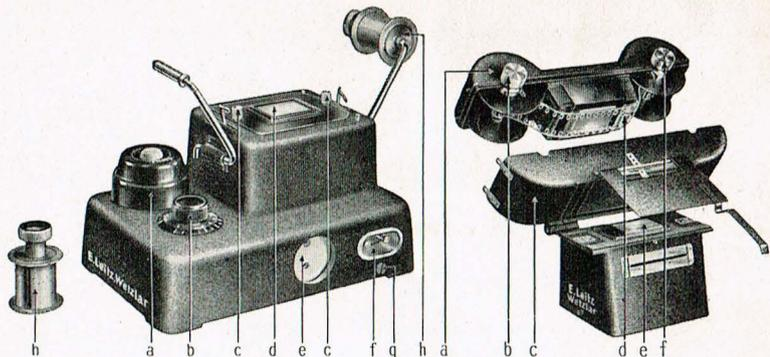
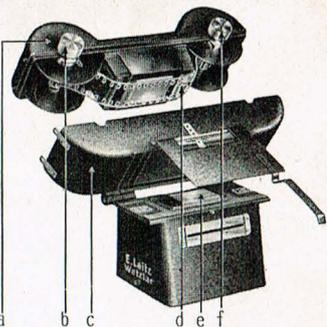

Figure 2. Bâti de la Tireuse.
Figure 3. Porte-films
1. Monter le Porte-films (Figure 1) sur le bâti ou corps principal de la Tireuse (Figure 2) et l'y fixer à l'aide des crochets latéraux.
2. Enlever la partie supérieure a (Figure 3) du porte-films; la retourner de telle sorte que les deux bobines, maintenant visibles, soient en haut et que la roue dentée d (Figure 3) se trouve sur la gauche de l'opérateur. Eteindre alors toute lumière blanche dans la chambre noire.
3. Tailler en pointe l'extrémité du film positif et l'engager dans la fente de la bobine b (Figure 3), placée à droite de l'opérateur et portant gravée la lettre L; l'y fixer solidement en repliant l'extrémité; veiller à ce que le côté émulsion du film soit tourné vers le noyau de la bobine dans le sens de la flèche; enfin bobiner le film, côté émulsion tourné vers l'intérieur. Pendant toutes ces manipulations, il est préférable de ne pas retirer la bobine b de son logement.
4. Tailler en pointe l'extrémité libre du film vierge et l'engager dans la fente de la seconde bobine f (Figure 3) sur laquelle est gravée la lettre R; le côté émulsion doit être en haut et dans le sens de la flèche. Bobiner le film sur la bobine R par un seul tour de cette dernière dans le sens de la flèche gravée sur le bouton, afin d'empêcher que l'extrémité du film ne se dégage de la fente. Exécuter cette opération, la bobine f restant dans son logement.
5. Tendre alors le film en tournant la bobine f (Figure 3) dans le sens de la flèche gravée sur bouton moleté et la bobine b dans le sens contraire.
6. Replacer la partie supérieure a (Figure 3) du porte-films dans la partie inférieure c (Figure 3).
1. Tous ces préparatifs terminés, relier directement la fiche à broches f (Figure 2) à une prise de courant; aussitôt la lampe rouge s'allume automatiquement et reste continuellement allumée aussi longtemps que l'appareil est en marche.
2. Basculer légèrement le porte-films à charnière, comme le montre la figure 2, afin que les films positif et négatif ne soient plus en contact et ne risquent pas d'être éraflés quand on fait avancer le film positif. Il faut ensuite vérifier que le film positif avance correctement: il suffit, pour cela, de faire tourner dans le sens de la flèche le bouton de la bobine f (Figure 3). A intervalles réguliers, on entend un léger dé clic, produit par le ressort de la fenêtre sur le cylindre de la roue dentée. Un enclenchement de ce ressort indique que le film positif a progressé d'une valeur égale à celle du format cinématographique normal, c'est-à-dire 18×24 mm; deux enclenchements donnent le format du Leica, c'est-à-dire 24×36 mm.
2. Avant de bobiner le film négatif sur l'une des deux bobines h (Figure 2), il faut tout d'abord déterminer la position à donner au négatif dans le guide-film. Ne pas oublier que le film doit être engagé dans le guide, côté émulsion en-dessus.
1. Lorsque le négatif est en place, allumer la lampe rouge (Figure 2), pour vérifier que le négatif **dur** (trop dur) ne s'éclaircit pas ou diminue. L'augmentation ou la diminution de la rotation du bouton de la bobine f (Figure 2) sur l'échelle portant des divisions régulières permet de maintenir constamment les divisions
1. On passe enfin (Figure 2) qui al... façon à pouvoir... sur la prise de co... court-circuiter le... à l'aide de la do...
ine f (Figure 3) dans le sens de
des deux bobines h (Figure 2),
1. Lorsque le négatif à copier est bien cadré dans la fenêtre, on allume alors la lampe blanche en appuyant sur le bouton d'allumage a (Figure 2), pour vérifier l'opacité du cliché. Selon qu'il s'agit d'un négatif **dur** (trop opaque) ou **plat** (ou faible, sans contrastes), on augmentera ou diminuera l'intensité de la source de lumière par simple rotation du bouton de réglage b (Figure 2). Ce bouton possède une échelle portant dix divisions; toutefois le réglage ne dépasse pas généralement les divisions 8 ou 8,5.
1. On passe enfin à l'exposition par simple pression sur le bouton a (Figure 2) qui allume la lampe blanche. La Tireuse est construite de façon à pouvoir aussi fonctionner avec un compte-pose qui se monte sur la prise de courant e (Figure 2). Dans ce cas, il faut tout d'abord court-circuiter le compte-pose normal (Hirschuhr: Pendulette Hirsch) à l'aide de la douille spéciale.
4. L'impression faite relever le porte-film et faire avancer le film positif d'un ou de deux crans en tournant le bouton de la bobine f (Figure 3).
2. Bobiner le film négatif à copier, côté émulsion en dedans, sur l'une des bobines h (Figure 2) et engager le commencement du film, côté émulsion en haut, dans le guide-film, le pont presse-films (Figure 1) étant relevé.
9. Exposer à la lumière blanche en appuyant sur le bouton a (Figure 2), au cas où l'on ne dispose pas d'une pendulette d'exposition; suivre exactement les instructions données ci-dessus (voir § E, 1).
Pour enlever les deux lampes qui se trouvent dans le corps principal de la Tireuse, il suffit de retirer la glace de verre opale d, placée à sa partie supérieure (Figure 2), après avoir dévissé les deux vis de fixation c (Figure 2) à tête moletée.